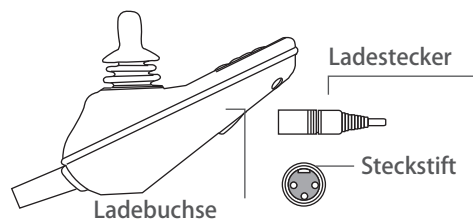

Abbildung 17
- ▶ Stecken Sie den Ausgangsstecker des Ladegeräts in die untere Buchse der Steuerung, siehe Abbildung 17.